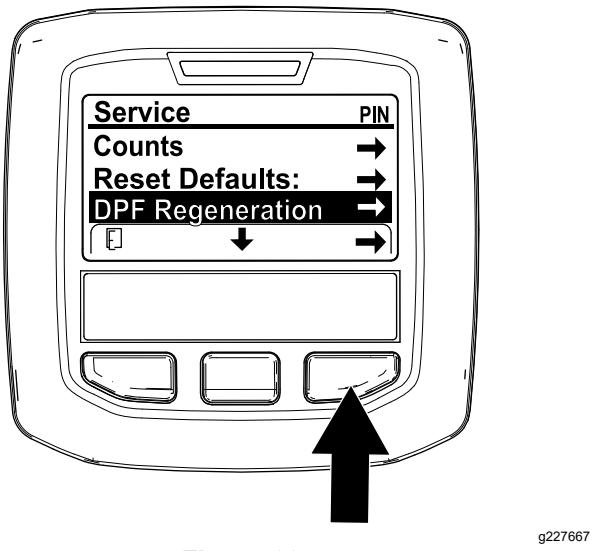

Figure 28
- Dans le menu Entretien, utilisez le bouton central pour naviguer jusqu'à l'option DPF REGENERATION (régénération du FAP) (Figure 28).
- Appuyez sur le bouton droit pour sélectionner l'option DPF Regeneration (Figure 28).